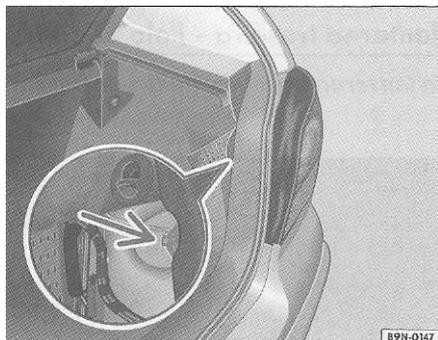

Fig. 129 Fixação do suporte das lâmpadas das luzes traseiras
- Rebata o revestimento do compartimento de bagagem => fig. 129 para acesso ao conjunto lanterna traseira.
- Solte o parafuso borboleta => fig. 129 -seta- e remova-a.